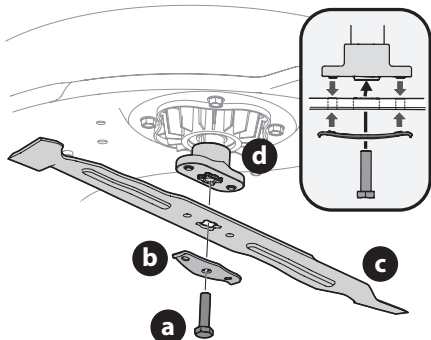

Figure 25
3. Retirez le boulon hexagonal (a) et le support de la lame (b) qui fixent la lame (c) et l'adaptateur (d) au moteur du plateau (Figure 25).
4. Retirez la lame (c) et l'adaptateur (d) de la fusée du moteur du plateau de coupe (Figure 25).